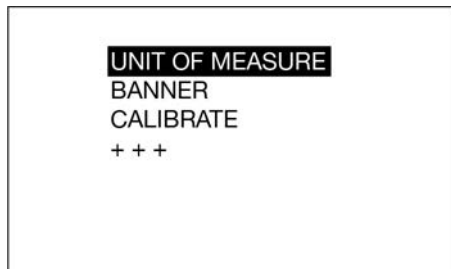

FIG. 22
- Une fois l'option ENTRÉE sélectionnée, l'écran suivant (FIG. 22) s'affiche.